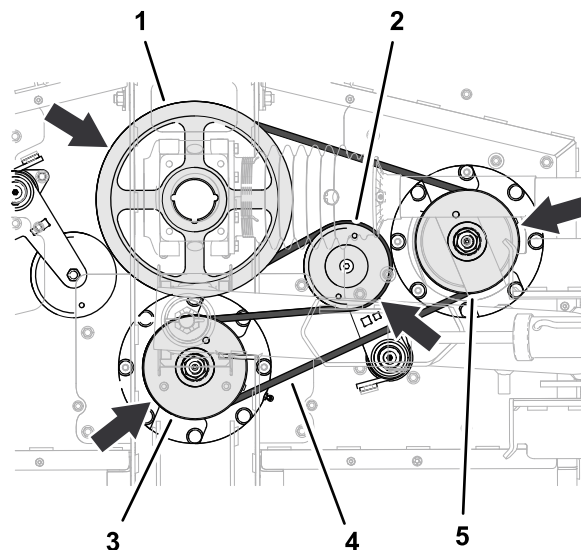

Figura 68
- Encaminhe a correia comprida em torno da polia da transmissão, da ranhura superior da polia do eixo central e da polia do eixo direito (Figura 68).
- Utilize uma barra disjuntora ou ferramenta semelhante para rodar o tensionador no sentido contrário ao dos ponteiros do relógio e passe a correia da polia por cima do tensionador (Figura 68).